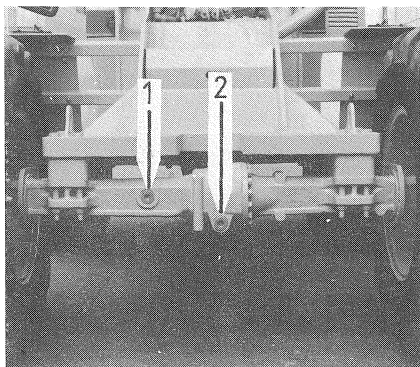

Bild 48
- (1) Aus der Achsbrücke Verschlußstopfen herausdrehen (Bild 48/1). Der Ölstand muß bis zur Verschlußstopfenbohrung reichen.
- (1) Verschlußstopfen aus dem Mittelachsgetriebe herausdrehen (Bild 48/2).
(1) Unscrew plug from the axle bracket (fig. 48/1). Oil level should reach the plug bore.
(1) Dévisser le bouchon fileté d'obturation du pont (fig. 48/1). Le niveau d'huile doit atteindre le taraudage du bouchon.
(1) Unscrew plug from axle center gear (fig. 48/2).
(1) Dévisser le bouchon du réducteur central (fig. 48/2).